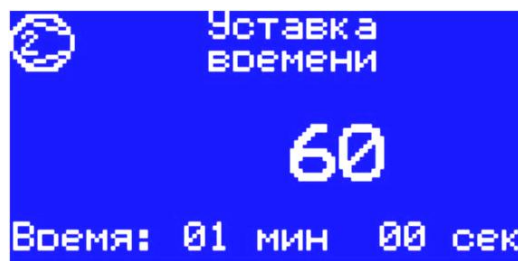

Рис. 10 - Экран изменения уставки времени прохождения камеры
- для изменения значения уставки времени прохождения камеры нажмите клавишу ВВОД на экране изменения уставки времени прохождения камеры, отредактируйте значение нажатиями на клавиши ВВЕРХ или ВНИЗ и сохраните значение нажав клавишу ВВОД (см. Рис. 10);